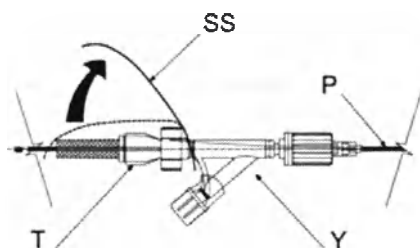

Рис. 19
- Обрежьте или удалите пломбу (SS). Рис. 19.